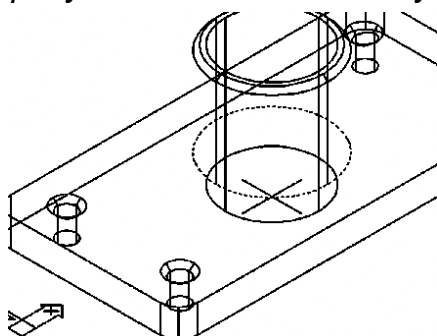

Рис. 2.15
- выделить линию соединения цилиндра с плоскостью (рис. 2.15)